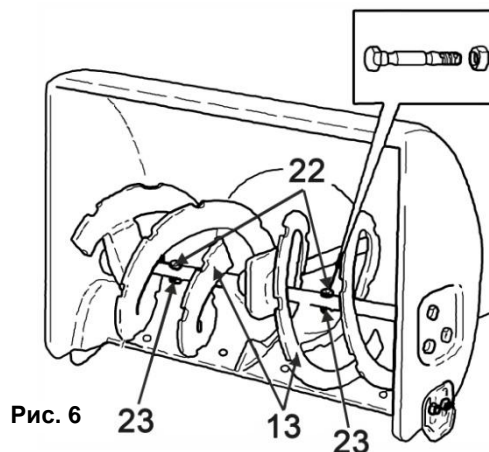

Рис. 6
- Лопасти шнека (13) крепятся к валу редуктора с помощью специальных срезных болтов (22) с контргайками (23)(См. Рис.6) или, в зависимости от модели, шплинтом со шпилькой.